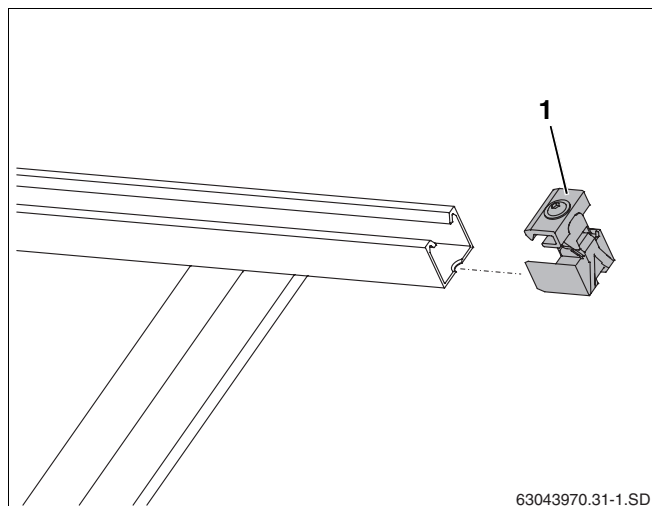

Fig. 44 Inserimento dei giunti di collegamento unilaterali
- Spingere i giunti di collegamento unilaterali (fig. 44, pos. 1) nelle guide profilate all'estremità destra del campo di collettori, finché non si saranno agganciati nel primo foro oblungo delle guide profilate.